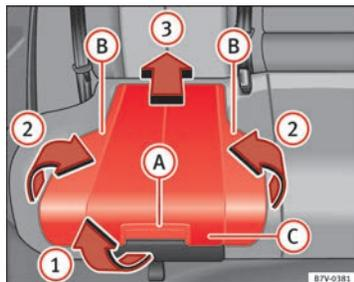

Fig. 29 Siège intégré pour enfants : lever l'assise.
- Tirez sur l'assise vers l'avant avec le levier de déblocage ⇒ fig. 29 **(A)** dans le sens de la flèche **(1)**.